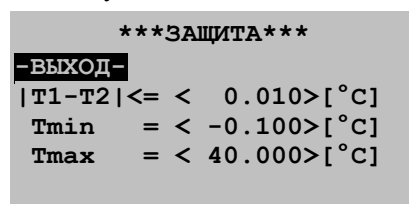

Рис. 6
7.5 Для изменения критериев возникновения ошибок в «МЕНЮ» необходимо выбрать подменю «Защита». Войти в подменю. Рис.6.